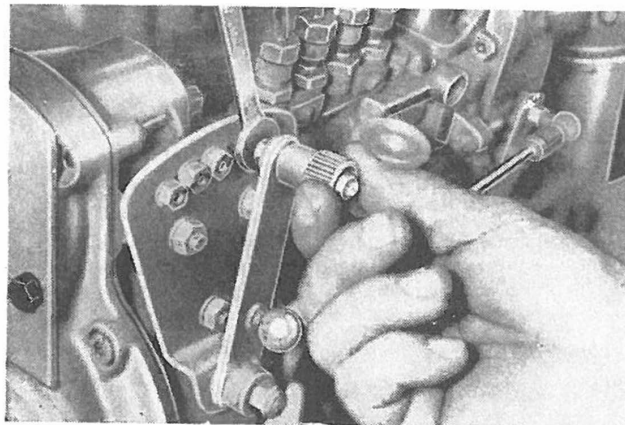

Fig. 109
- Stabilire le posizioni estreme e intermedie della leva comando acceleratore, agendo sui dadi e controdadi del settore (Fig. 109).
2. Set extreme and intermediate positions of throttle control lever by adjusting respective nuts and locknuts (Fig. 109).
- Etablir les positions extrêmes et intermédiaires du levier de commande d'accélérateur à l'aide des écrous et contre-écrous du secteur (fig.109).